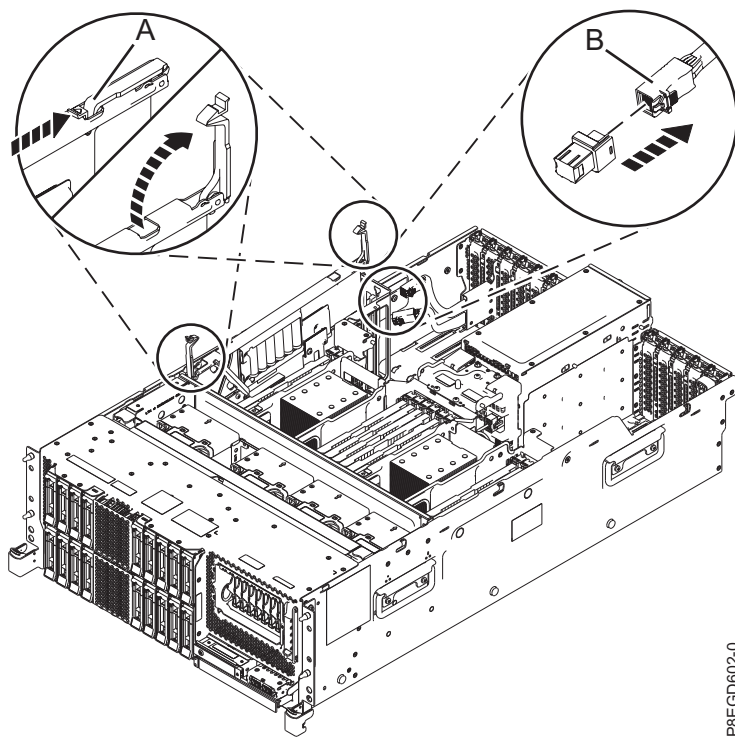

図 4. スロット P1-C14 の背面 SAS ケーブルの取り外し
11. スロット P1-C14 の SAS RAID 内部アダプターの青いハンドル **(A)** を、 7 ページの図 4 に示されている方向に持ち上げます。